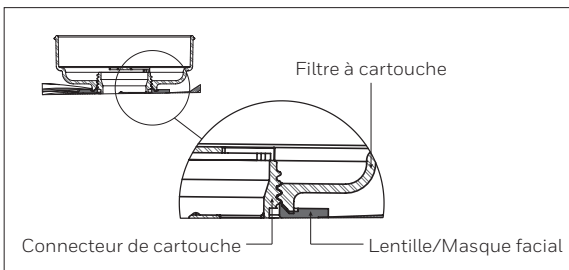

Figure 5
c. Ne serrez pas trop, car cela pourrait fissurer les connecteurs des cartouches. (Figure 5).